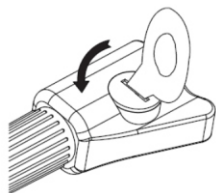

рис. 1
- Поверните крышку батарейного отсека с помощью гаечного ключа (рис. 1), затем снимите ее.